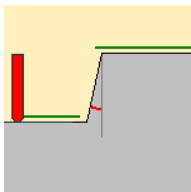

图 2-101 “Frontal walls” 示意图
- “Frontal walls”: 零件的正面壁表面部分加工，可输入 “Min.frontal slope” 角度值。当零件表面与刀轴之间的夹角小于 “Min.frontal slope” 角度时，称为零件的正面壁，如图 2-101 所示。